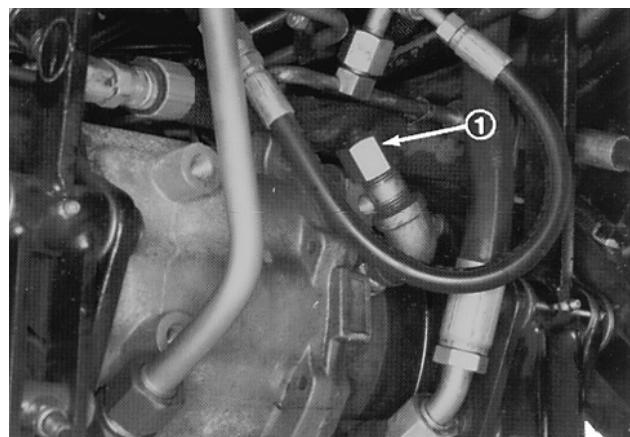

Fig. 7
3. Svitare il tappo con l'asta di livello (Fig. 7) dal bocchettone ed asciugare l'asta con un panno pulito. Reinserire il tappo con l'asta ed avvitare a mano. Svitare e verificare il livello del lubrificante. Se non si trova a 1,2 cm dalla scanalatura sull'asta rabboccare fino alla scanalatura. **NON RIEMPIRE TROPPO**, o comunque non oltre 1,2 cm sopra la scanalatura.